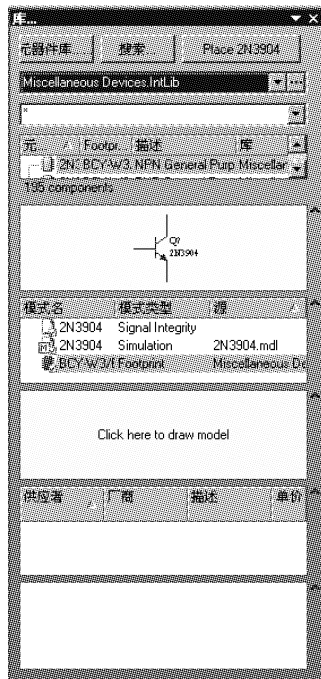

图 3-24 “元件库”面板
(2) “元件库”面板: 该面板如图 3-24 所示, 在该面板中可以浏览当前加载了的所有元件库, 通过该面板可以在原理图上放置元件, 此外还可以对元件的封装、SPICE 模型和 SI 模型进行预览。